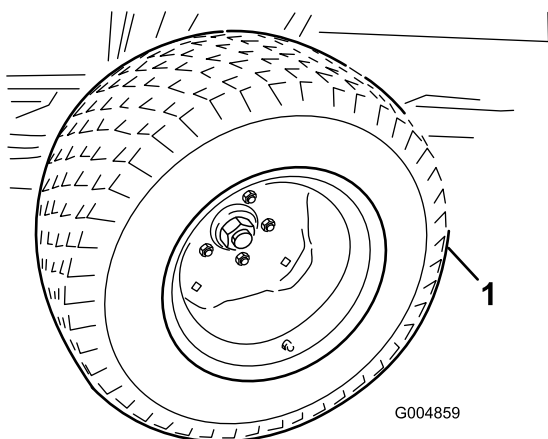

Figure 48
8. Placez le cadre d'hiver contre le cadre arrière et élevez le cric d'atelier autant que nécessaire pour déposer les roues d'été (Figure 48). Montez les roues d'hiver avec 2 écrous de roue par côté.